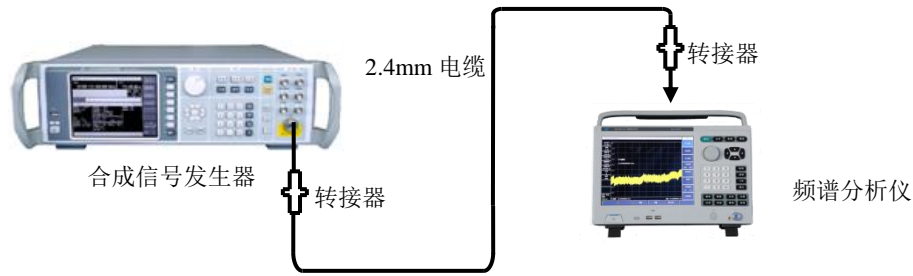

图 11-2 频率读出准确度测试框图
- 1) 如图 11-2 连接测试仪器，信号发生器的射频输出端连接到频谱分析仪的射频输入端。